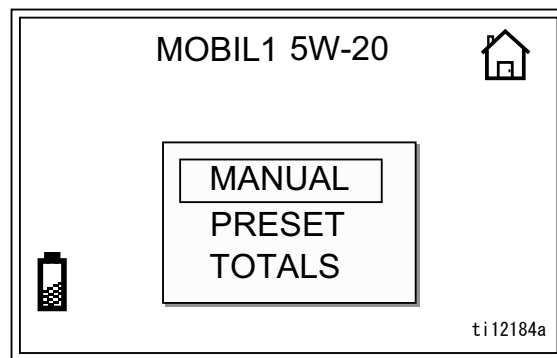

図 10
操作モードの場合、設定モード画面にアクセスするには、図 10に示されるホーム画面にいる必要があります。
- b. 中心の ENTER ボタンを押して、ホーム画面（図 10）を表示させます。